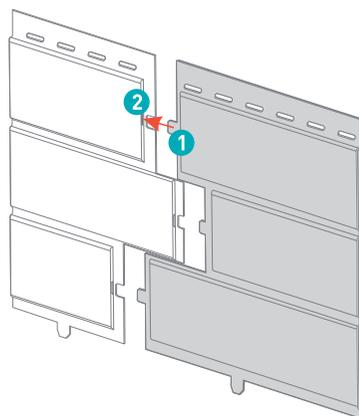

РИСУНОК 22
На схеме (рисунок 22) изображен принцип стыковки, ШИП (1) вставляется в ПАЗ (2).